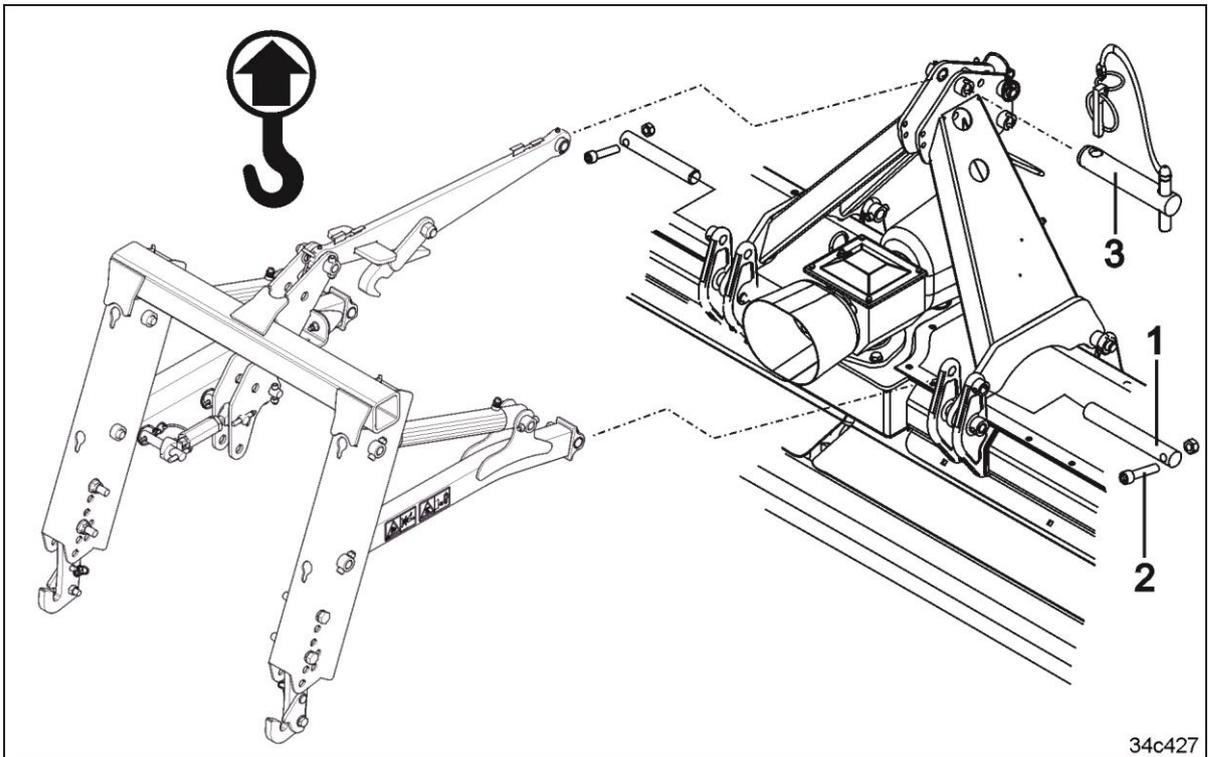

图 81
5. 将升降框架别住在下铰接点上。用一个带螺母的螺栓（图 81/2）固定住销栓（图 81/1）。
6. 将上连杆用一个销栓（图 81/7）插上并用制轮楔固定住。